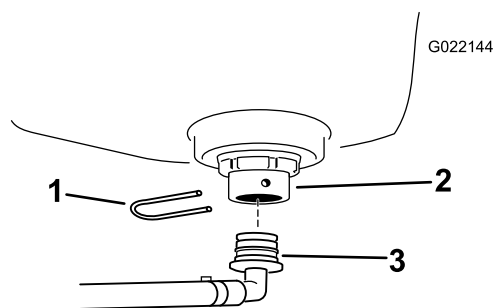

図 4
1. すすぎタンクにバルクヘッド・フィッティングを取り付ける (図 4)。